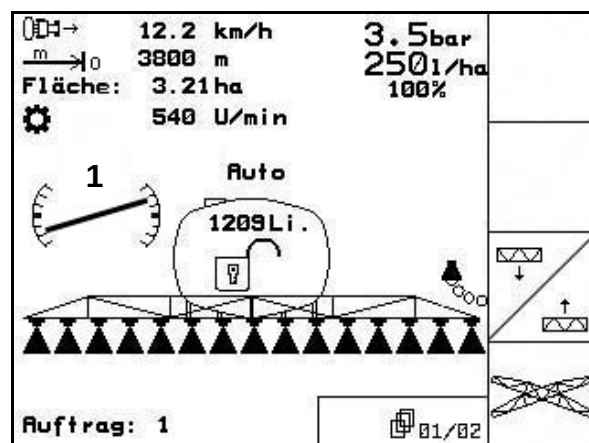

Fig. 128
- Au menu Travail, le symbole correcteur de dévers (Fig. 128/1) affiche l'angle de dévers miroité de la rampe. Maintenant le côté droit de la rampe de pulvérisation est relevé.